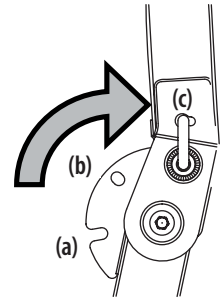

Figura 5
2. Mueva el ROPS a la posición deseada. Consulte la Figura 5.
**NOTA:** Las tres posiciones son posición TRANSPORTE (a), posición TRANSPORTE CON EMBOLSADORA (b) y posición OPERACIÓN (c). Consulte la Figura 5.